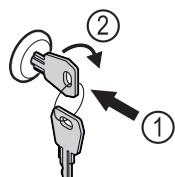

Fig. 144 Ενδεικτική απεικόνιση
- Πίεστε μέσα το κλειδί Fig. 144 (1).
- Περιστρέψτε το κλειδί 90° δεξιόστροφα Fig. 144 (2).